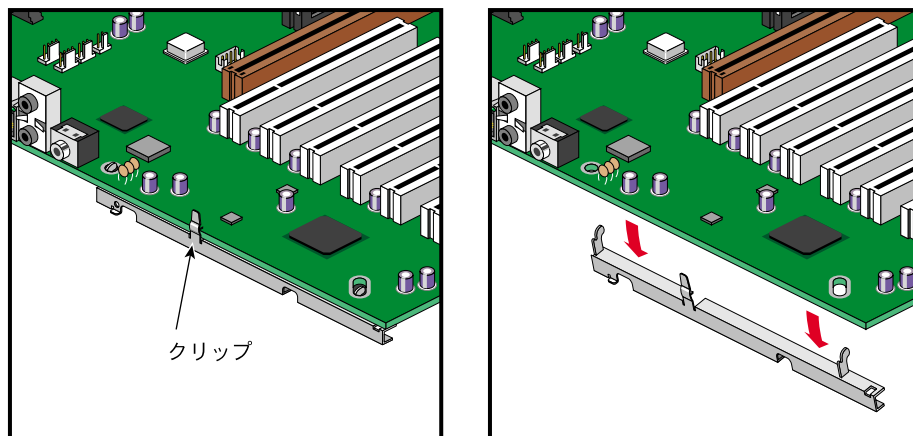

図 2-28 システムボードからの固定ブラケットの取り外し
11. システムボードから固定ブラケットを取り外すには、解除クリップを外してシステムボードからブラケット固定フックを外します。図 2-28 にその手順を図示します。